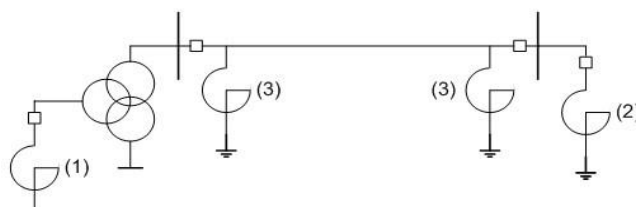

Bild 2
Beroende på flera faktorer kan shuntreaktor anslutas antingen till tertiärlindningen på krafttransformatorn (1) eller direkt på stationens skena (2) eller på transmissionsledningens avslut (3) som visas i bild 2.
- ③ Se bild 2 ovan.
- ③ Sannolikt lämpligast i fördelningsstationen.